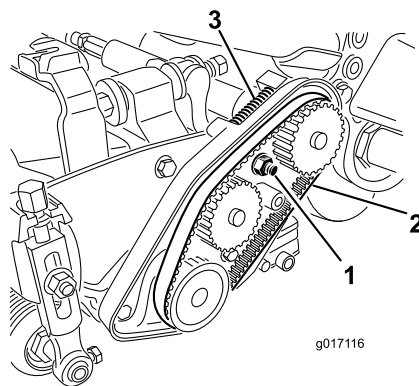

图43
- A. 松开轴承座安装螺母(图43)。
- C. 清除皮带舱内部和压缩弹簧周围的任何杂物(图43)。